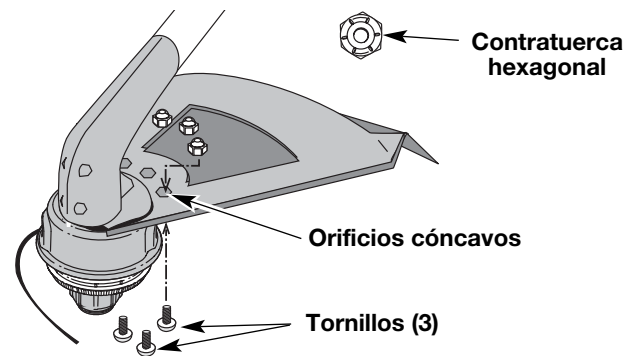

Fig. 3
2. Coloque una contratuerca hexagonal en uno de los tres orificios cóncavos de la parte superior del protector accesorio de corte (Fig. 3).
3. Instale un tornillo en el orificio de la base del protector accesorio de corte y atornillelo en la tuerca instalada en el paso 2 (Fig. 3). No lo ajuste.